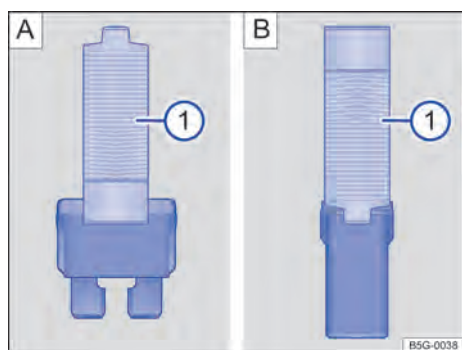

Fig. 146 Retirar o colocar el fusible con la pinza de plástico: **A**) fusible plano, **B**): fusible de bloqueo.
- Si es necesario, sacar el útil de agarre de plástico → fig. 146 **1** de la cubierta de la caja de fusibles.
- De acuerdo con la versión del fusible, colocar las pinzas de toma adecuadas del alicate plástico → fig. 146 **A** **1** o → fig. 146 **B** **1** lateralmente en el fusible.